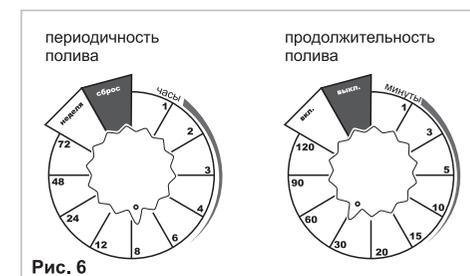

Рис. 6
2. Настройте периодичность полива от 1 часа до 7 дней* (см. Рис. 6).
3. Настройте продолжительность полива от 1 до 120 минут (см. Рис.6).